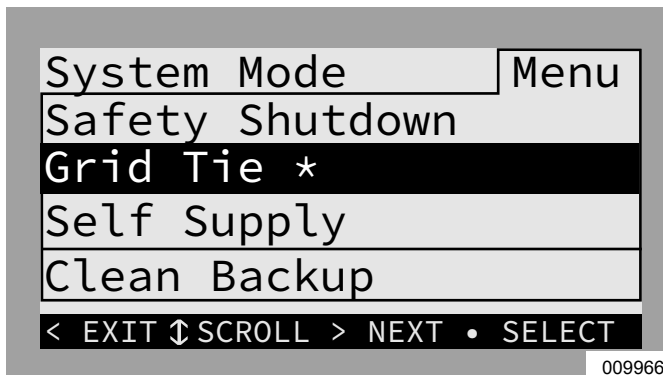

Figure 6-3. Sélection des modes système (1 de 4)
2. Voir Figure 6-3. La liste des modes système s'affiche avec le mode actif marqué d'un astérisque.
REMARQUE: La liste des modes système peut ne pas inclure tous ceux illustrés à la Figure 6-3.